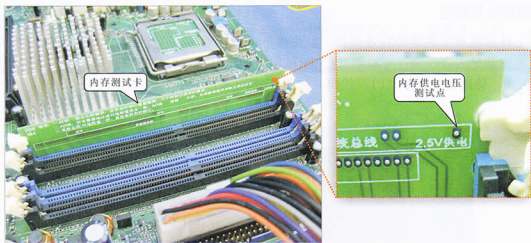

图16-10 内存测试卡及供电测试点
(2) 观察内存条及内存插槽可知,该主板使用的是第一代内存,其基本供电电压应为2.5V。将内存条取下,并将内存测试卡插入内存插槽中,根据内存测试卡上标注的测试点进行检测,如图16-10所示。